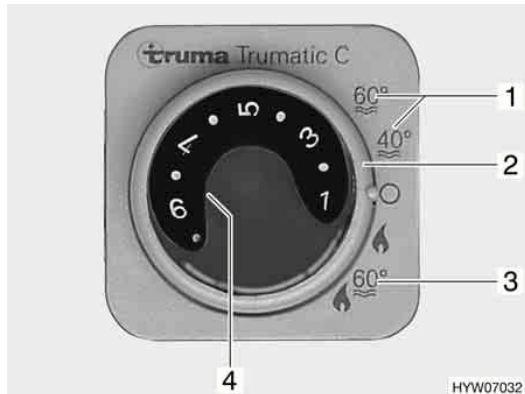

Fig. 64 Unité de commande pour chauffage/chauffe-eau
Le chauffe-eau est intégré au chauffage et fonctionne au gaz. Le chauffe-eau est automatiquement mis en service au niveau de l'unité de commande (Fig. 64), à l'aide de l'interrupteur tournant (Fig. 64.2).
- Placer l'interrupteur tournant (Fig. 64.2) de l'unité de commande (Fig. 64) sur « régime été » (Fig. 64.1)
- Placer l'interrupteur tournant (Fig. 64.2) de l'unité de commande (Fig. 64) sur « 0 ».